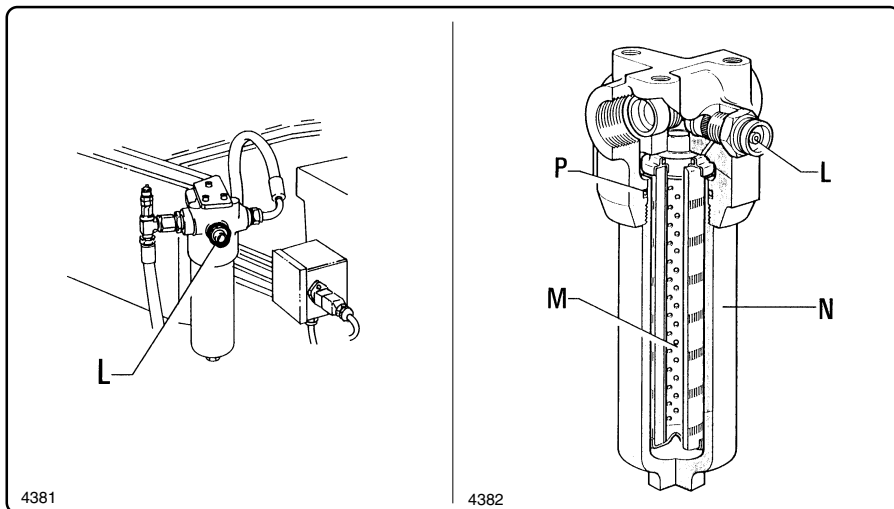

fig. 8.4.1
8.4 - Sostituzione filtro olio in mandata (fig. 8.4.1)
8.4 - Replacement of deli- very oil filter (fig. 8.4.1)
Il filtro in mandata è posizionato sul lato destro della gru vicino al distributore (fig. 8.4.1).
The delivery filter is positioned on the right hand side of the crane close to the control valve block (fig. 8.4.1).
In dotazione alla gru, la ditta PM ha fornito una cartuccia filtrante supplementare "M" (fig. 8.4.1).
With the crane PM has provided a supplementary filter cartridge "M" (fig. 8.4.1) for the delivery oil.